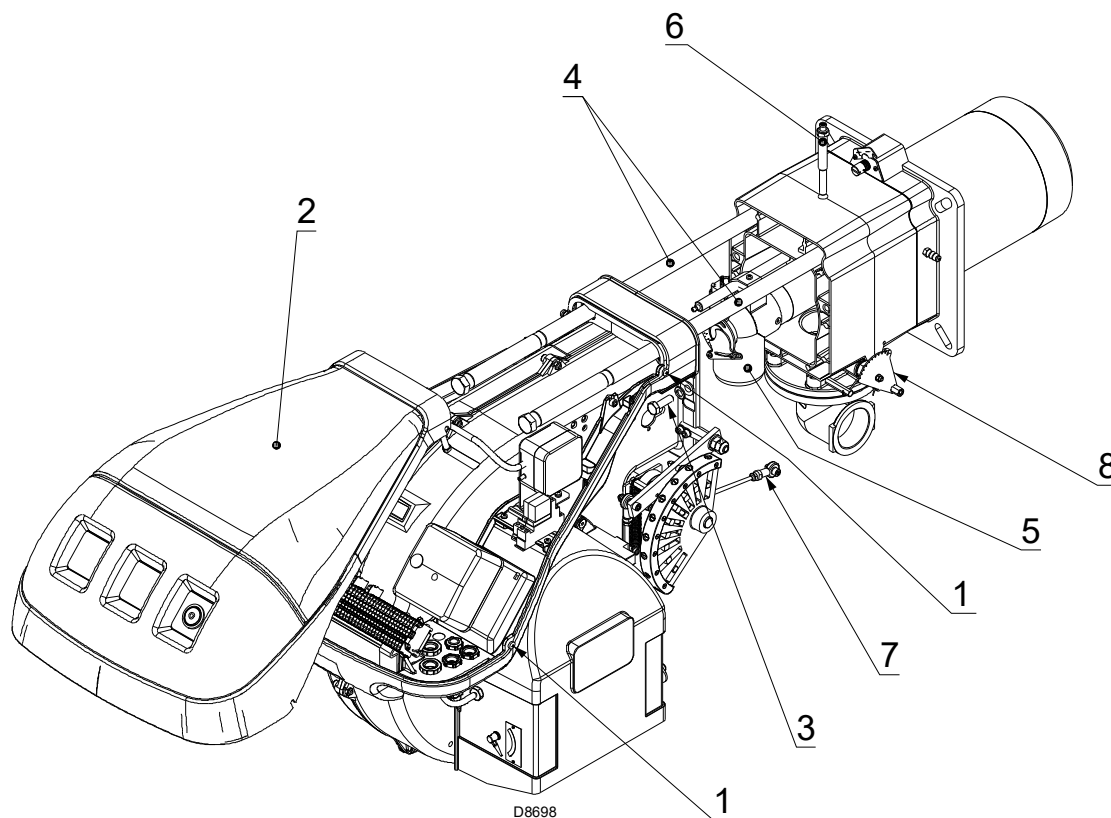

Fig. 39
- Allentare le viti 1)(Fig. 39) e togliere il cofano 2)(Fig. 39).
- Sganciare lo snodo 7) al settore graduato 8)(Fig. 39).
A questo punto è possibile estrarre la parte interna 5) dopo aver tolto la vite 6)(Fig. 39).
- Rimettere le viti 3)(Fig. 39) e tirare delicatamente verso l'esterno i cavi di sonda ed elettrodo, fino a metterlo in leggera tensione.
- Riagganciare lo snodo 7) al settore graduato 8)(Fig. 39).
- Smontare le due prolunghe dalle guide 4)(Fig. 39).